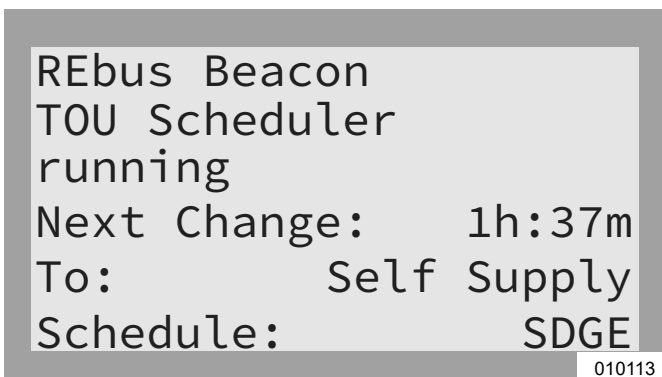

Figura 6-24. Desactivación del programador TOU (1 de 3)
1. Consulte la Figura 6-24. Navegue hasta la página de dispositivo Beacon y presione el botón central para ingresar al menú del dispositivo.